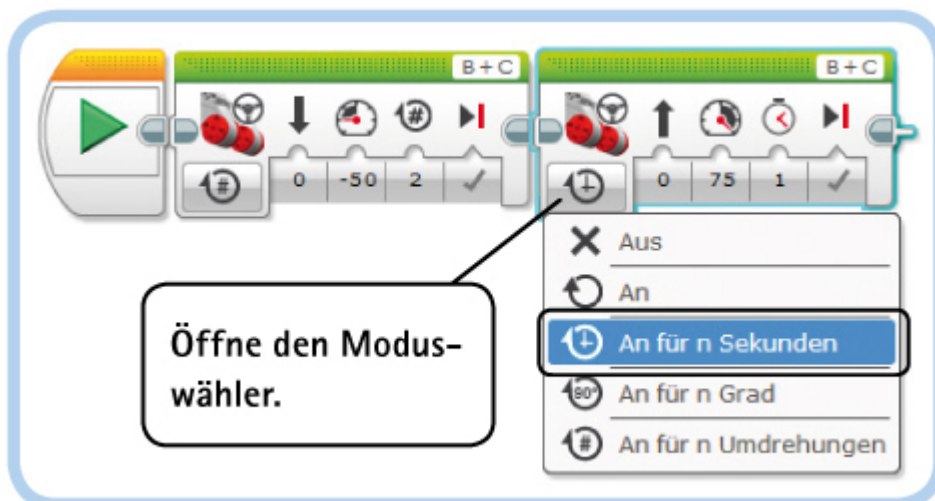

Abbildung 4.4: Klicke auf den Moduswähler des zweiten Blocks und wähle **An für n Sekunden**.
4. Jetzt änderst du die Einstellungen des zweiten Blocks. Dieser Block lässt den EXPLOR3R für drei Sekunden eine Drehung nach rechts machen. Zuerst veränderst du den Modus auf **An für n Sekunden**, wie in Abbildung 4-4.